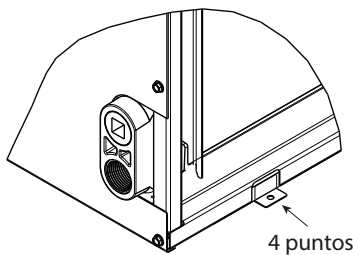

Fig. 12: Instalación horizontal izquierda
1. Desenrolle las 4 lengüetas en el lado derecho de la carcasa (Fig. 12).